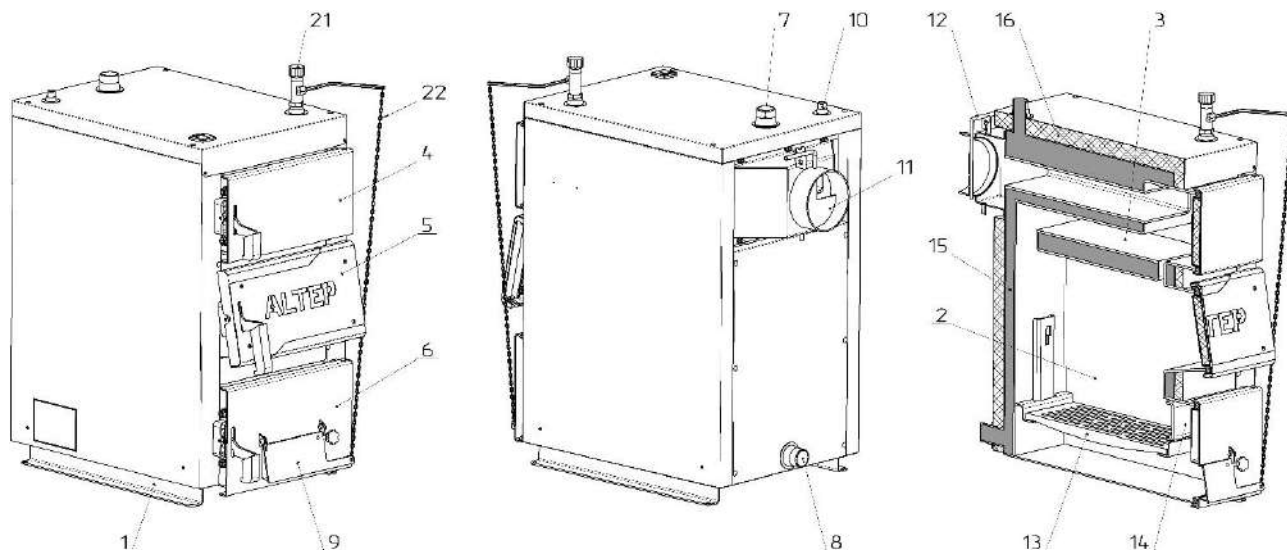

Рисунок 2 - Основные элементы котла Alter-Compact
Конструктивно котел представляет собой сборно-сварную конструкцию, состоящую из корпуса (поз. 1, рис. 2) с камерой сгорания (топкой) (поз. 2, рис. 2). Конвекционная часть котла состоит из двухходового теплообменника (поз. 3, рис. 2), который расположен непосредственно над топкой.
Корпус котла выполнен в форме параллелепипеда с двойными стенками, которые разделены водными перегородками (поз. 15, рис. 2). На наружной поверхности корпуса под декоративной обшивкой закреплена тепловая изоляция. (поз. 16, рис. 2).
Топливо для процесса сжигания загружается на колосниковую решетку (поз. 13, рис. 2) через загрузочные дверцы (поз. 5, рис. 2). Сгорания топлива в топке происходит с участием воздуха, поставляемого в окно клапана подачи воздуха (поз. 9, рис. 2), закрывается крышкой, под колосниковую решетку. Количество воздуха, необходимого для процесса сгорания, регулируется механическим регулятором тяги (поз. 17, рис. 2), который путем натяжения или ослабления цепи (поз. 18, рис. 2) управляет положением крышки клапана. ***Регулятор тяги не входит в комплект поставки котла.***
Подвода и отвода теплоносителя осуществляется соответственно через патрубки обратной сетевой воды (поз. 8, рис. 2) и прямой сетевой воды (поз. 7, рис. 2).
Топочные газы выходят в дымоход через боров (поз. 11, рис. 2), расположенный в задней части котла. Боров оборудован встроенным дроссельным клапаном продуктов сгорания - шибером (поз. 12, рис. 2). В случае слишком высокой тяги в дымоходе шибер позволяет ее снизить путем частичного перекрытия выходного отверстия боровая.
В верхней части корпуса котла расположен штуцер для установки предохранительного клапана котла (поз. 10, рис. 2).
Ревизионные дверцы (поз. 6, рис. 2), расположенные на передней стенке котла, необходимые для периодической чистки колосниковой решетки, а также для возможности опорожнения подколосниковой зоны.
Для возможности периодического обслуживания (чистки) теплообменника предусмотрены дверцы поз. 4 (рис. 2).
Боров котла оборудован встроенным дроссельным клапаном продуктов сгорания - шибером (поз. 12, рис. 2), с помощью которого можно регулировать величину тяги в дымоходе.
Присоединение котла к отопительной системе необходимо осуществлять с помощью муфт или фланцев. Трубопровод прямой сетевой воды нужно присоединить к патрубку прямой сетевой воды (поз. 7, рис. 2). Обратную сетевой воды нужно присоединить к патрубку обратной сетевой воды (поз. 8, рис. 2).
Регулятор тяги (поз. 17, рис. 2) необходимо присоединить к патрубку с внутренней резьбой, который находится в верхней части корпуса котла (см. Рис. 2). Резьбовое соединение при этом нужно уплотнить. Регулятор вернуть таким образом, чтобы наконечник для закрепления шестигранного рычага (комплект регулятора) был направлен вперед.
На место пластиковой защитной трубки необходимо вставить шестигранный рычаг стороной без отверстия. Для фиксации рычага необходимо затянуть винт. При этом свободный конец рычага должен находиться над отверстием в крышке клапана подачи воздуха поз. 9 (рис. 2), а плечо должно быть как можно ближе к горизонтальному положению.
9.1.1 Провести загрузку топлива в топку котла. Для этого открыть загрузочную дверцу (поз. 5, рис. 2) и уложить на колосниковую решетку (поз. 13, рис. 2) слой топлива в пределы нижней кромки загрузочной дверцы. На уложенный слой топлива разместить разжигаемый материал: бумага, трески, дрова (в перечисленной последовательности). Полностью открыть шибер (поз. 12, рис. 2) на борове котла
9.1.3 Кнопкой на регуляторе тяги (поз. 17, рис. 2) установить «60°C». Отсчет температуры осуществлять по красной шкале.
9.1.4 Когда температура теплоносителя дойдет до 60°C, через несколько минут откорректировать подвеску цепочки таким образом, чтобы крышка клапана подачи воздуха (поз. 9, рис. 2) оставалась открытой на 1-2 мм.